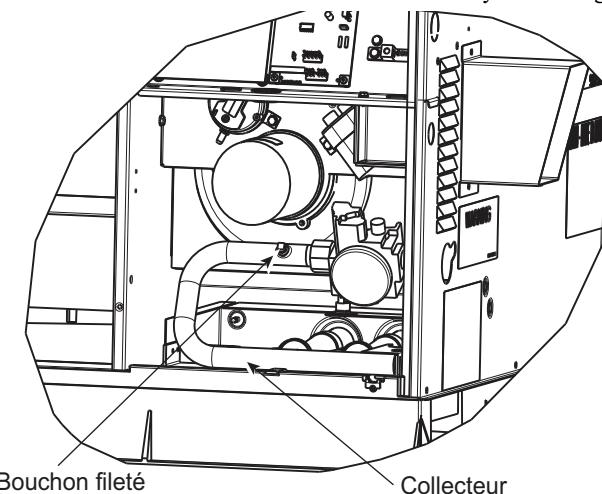

Fig. 10 – Ensemble du brûleur
2. Retirez le bouchon de tuyau du collecteur (consultez la Fig. 10) et raccordez le manomètre. Ouvrez l'arrivée de gaz de l'appareil.
4. Coupez l'arrivée de gaz de l'appareil. Débranchez le manomètre du point de pression et remettez en place le bouchon de tuyau sur la vanne de gaz. (Consultez la Fig. 10.) Ouvrez l'arrivée de gaz de l'appareil et vérifiez s'il y a des fuites.